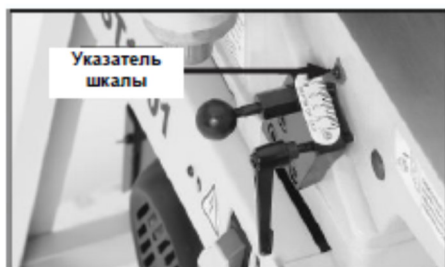

Рис. 42 Шкала глубины обработки настраивается на «0»
4. С помощью отвертки установите указатель шкалы на ноль (Рис. 42).